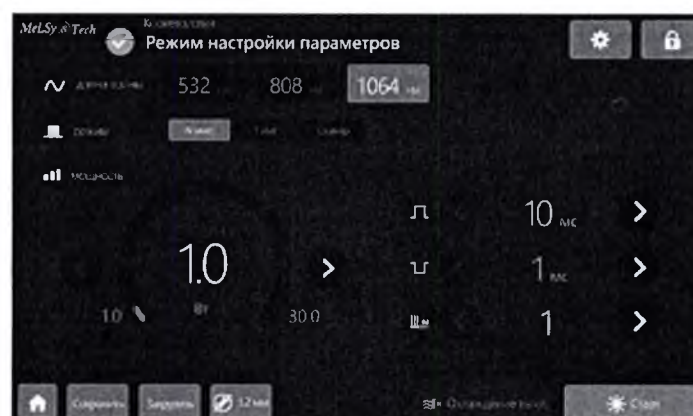

Рис. 3.38 – Основное меню программы для длины волны 1064 нм
3.7.2.5 Для режима 1064 нм доступны (рис. 3.38).